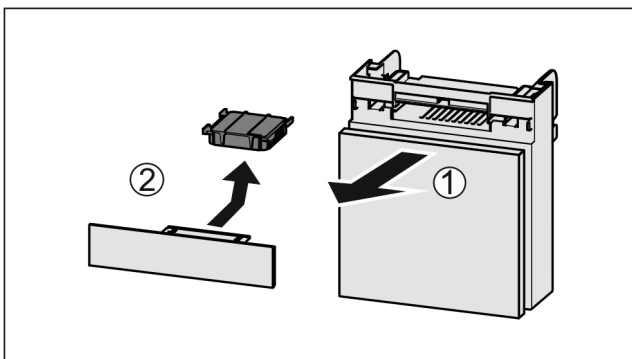

Fig. 88
- ▶ Lade vanaf de voorkant eruit trekken Fig. 88 (1).
- ▶ Actiefkoolfilter verwijderen Fig. 88 (2).